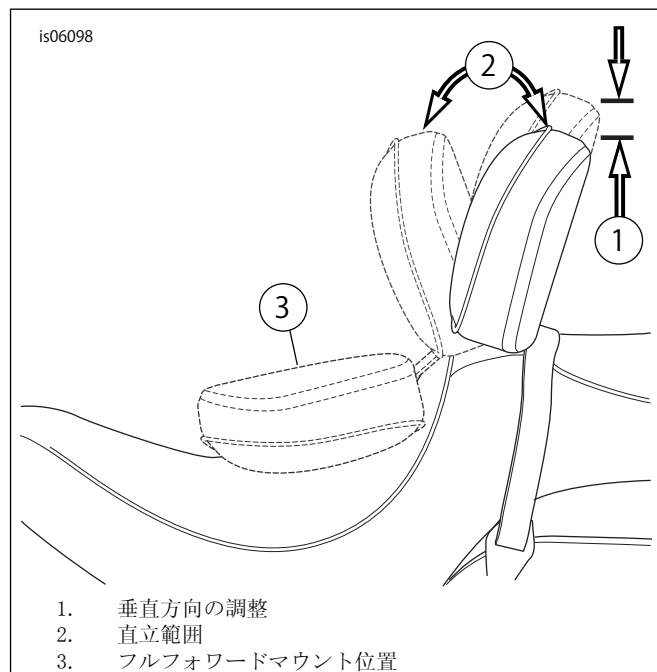

図8。バックレストの位置
7. 図8バックレストとシートを所定の位置に置き、バックレストが一番前(3)にくるまで押します。バックレスト機構はシートの下側と挿入されたシートプロテクターに対して押し付けます。
1. 図8アジャストメントハンドルは、バックレストパッドを前方および後方に動かすために使用されます。